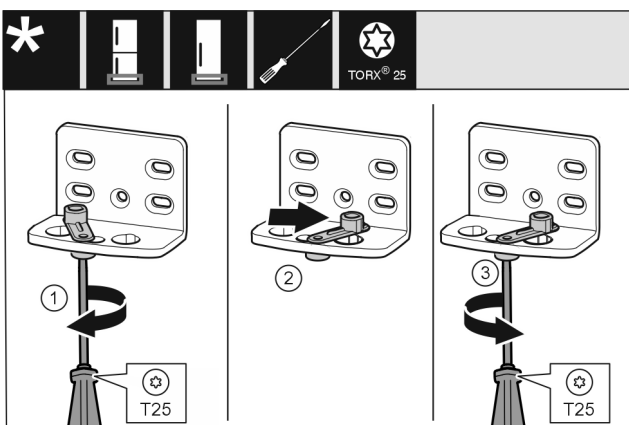

Fig. 13
- ▶ Odkręcić lekko śrubę Fig. 13 (1) śrubokrętem.
- ▶ Unieść element ułatwiający zamykanie drzwi Fig. 13 (2), a następnie obrócić w otworze w prawo o 90°.
- ▶ Przykręcić śrubę Fig. 13 (3) śrubokrętem.